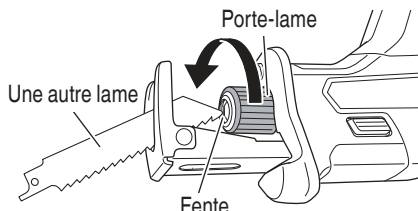

Fig. 13
- (1) Si une partie de la lame de scie cassée dépasse de la petite fente du porte-lame, sortir la partie saillante et retirer la lame.
- (2) Si la section cassée de la lame est dissimulée à l'intérieur de la petite fente du plongeur, accrocher la lame à l'aide de l'extrémité d'une autre lame et la sortir. (Fig. 13)